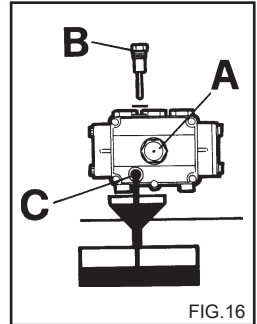

FIG. 16
- 2) Desatarraxe a tampa com a vareta de controlo do nível (fig. 16).